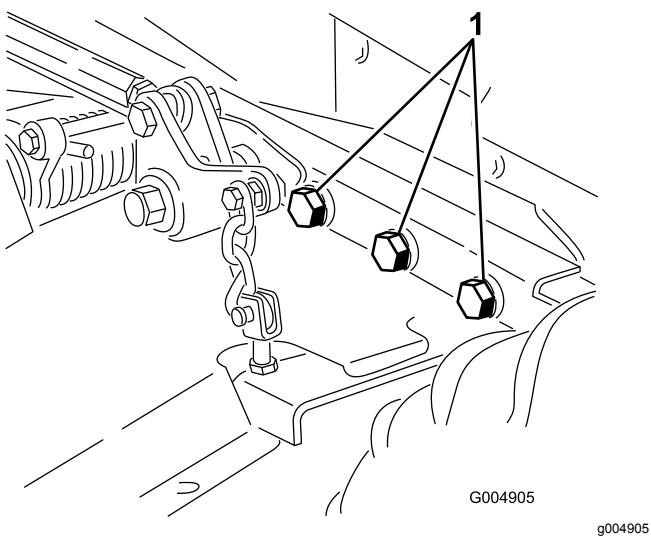

Figura 101
4. Compruebe que todos los herrajes están bien apretados; apriételos si es necesario. En particular, apriete los 6 pernos que fijan el bastidor de la carcasa de corte a la unidad de tracción (Figura 101) a 359 N·m (265 pies-libra).